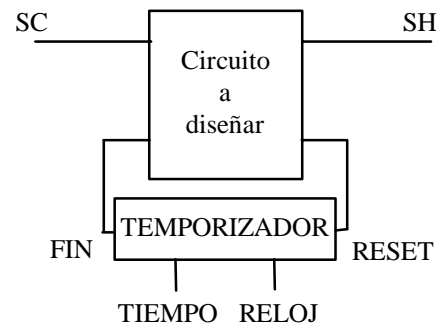

Figura 3
b) Se tiene una señal SC compuesta por pulsos a nivel cero espaciados un tiempo T_H constante. Aleatoriamente en la misma señal, aparecen pulsos a cero en la mitad del período T_H , llamados pulsos de precalización, que deben ser eliminados. Para ello se plantea un circuito como el de la figura 3, donde el bloque TEMPORIZADOR corresponde al circuito de la parte (a).